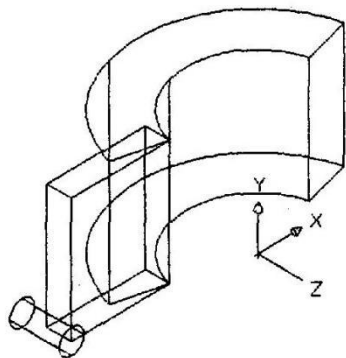

图 11-38 绘制孔圆柱体
11、按 Enter 键, 绘制的圆柱体效果如图 11-38 所示。单击【移动】按钮, 命令行提示如下。